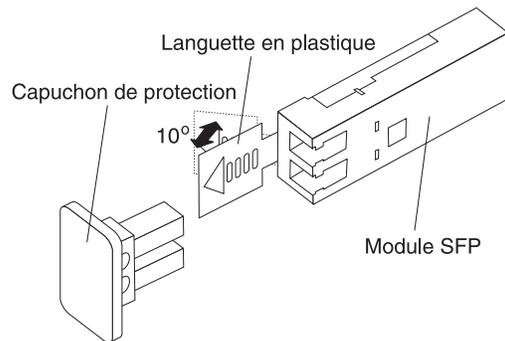

Figure 53. Déverrouillage d'un module SFP équipé d'une languette en plastique
- Pour les modules SFP équipés d'une languette en plastique, déverrouillez le module en déplaçant la languette d'environ 10° vers l'extérieur, comme illustré dans la figure 53.